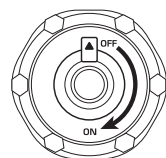

Fig. 1
3. Aprire lo sfianto sul tappo del serbatoio del carburante in posizione ON (Fig. 1).
3. Aprire lo sfiato sul tappo del serbatoio del carburante in posizione ON (Fig. 1).